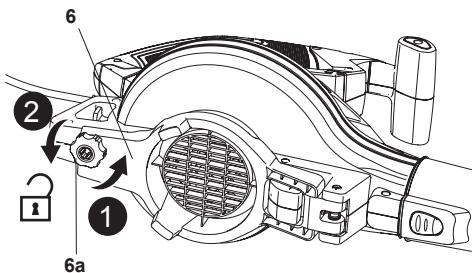

Fig. 4
2. Abrir la cubierta del ventilador (6) girando el pomo (6a).
- Desatornille el pomo de bloqueo (6a) en sentido antihorario, luego extraiga la cubierta del impulsor (6) (Fig. 4, pasos 1, 2) y manténgala en su lugar.